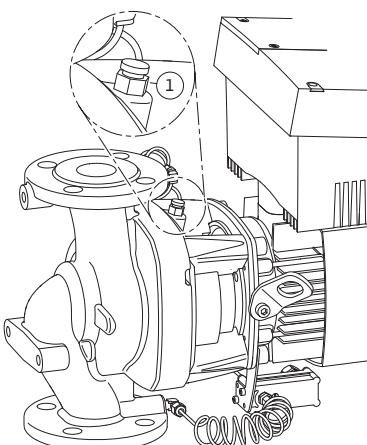

Fig. 51: Odzračni ventil
- Ispustite tlak iz pumpe otvaranjem odzračnog ventila (Fig. 51, poz. 1).